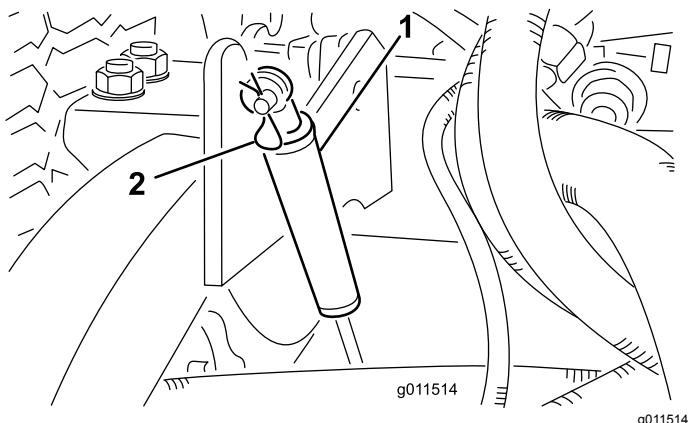

Bild 107
2. Nehmen Sie den Splint ab, mit dem die Stoßdämpfer an den Hubarmen befestigt sind (Bild 107).